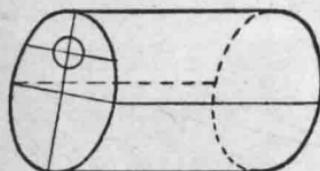

图10 划偏心圆。
偏心圆线。十字线是划在外圆上的(图10)，它是用来校正轴线在水平和垂直方向位置的；偏心圆线是划在端面上的，它是用来校正偏心圆的位置的。
3. 用两脚規（工厂里叫它为矩叉）从量尺上取偏心距  $e$  值，然后把一个脚尖放在中心，另一脚以  $e$  为半徑作一圓弧，跟垂線相交求出偏心点。再以偏心点为圆心，任意长（长度不能大于偏心点与圆周最近一处的距离）为半徑作一圓（图 10）。为了防止所划的線因不小心而擦掉，必須在所划的线条上打几个銑孔（俗称洋冲眼）。但是，这些銑孔必須在线条上，不能歪斜。